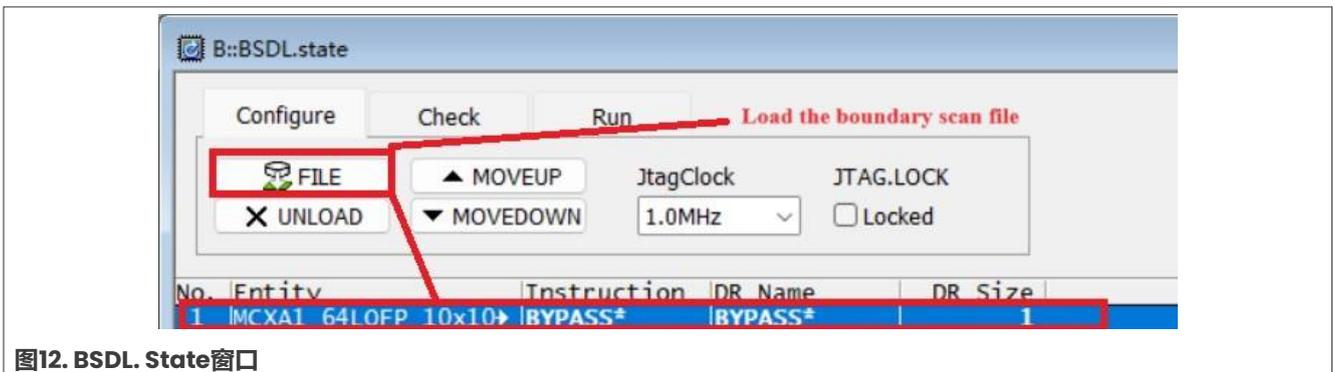

图12. BSDL.State窗口
5. 出现BSDL.state窗口。点击**FILE**按钮并加载要验证的BSDL文件。BSDL.state窗口如图12所示。